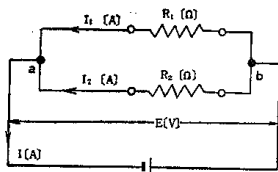

图1—13 电阻的并联
b. 并联 把电阻按图1—13方式联接就是并联。在这种情况下，电流虽然分开流过各个电阻，但加在 R_1 和 R_2 上的都是同一个电压。